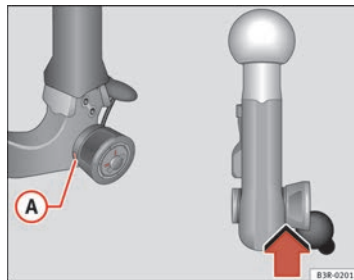

Fig. 159 Dispositif d'attelage amovible : contrôle de sécurité
- Vérifiez si le repère vert **(A)** ⇒ **page 213, fig. 159** de la molette se trouve dans la zone du repère noir de la boule d'attelage.